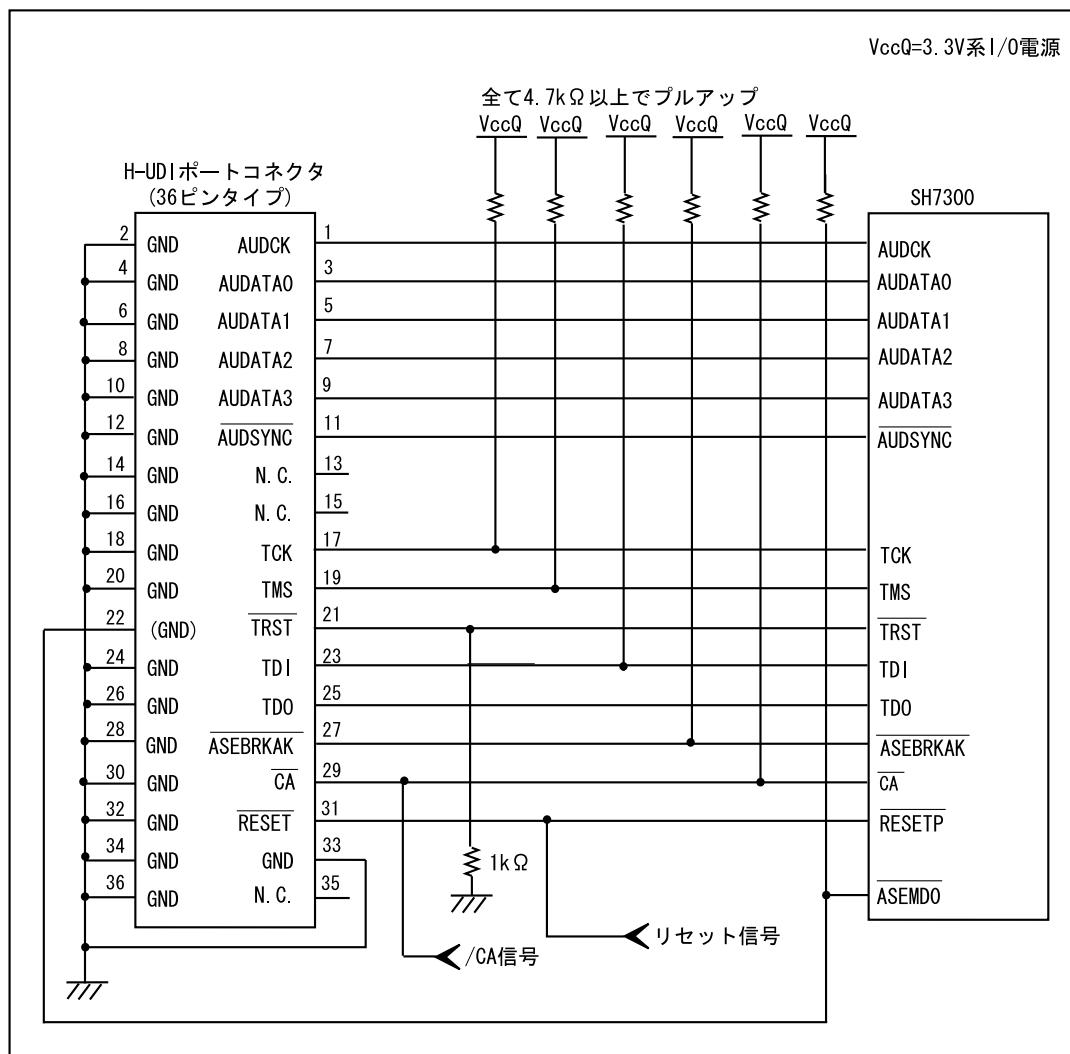

図 1.4 E10A-USB 使用時の H-UDI ポートコネクタ - チップ間の推奨接続例
E10A-USB エミュレータ使用時の H-UDI ポートコネクタ(36 ピンタイプ)とチップ間の推奨接続例を図 1.3、図 1.4 に示します。
9. E10A-USB エミュレータのスイッチ(SW2=0, SW3=0 側)を切り替えることにより 29pin を /CA 端子として使用することができます。本設定では、UVCC 端子にユーザ電源を供給できませんので、ユーザインターフェースの I/O 電圧は 3.3V 固定となります。このとき、15pin は N.C.(オープン)としてください。(図 1.4 参照)
- 図 1.4 推奨接続例で回路を組んだ場合の E10A-USB エミュレータのスイッチ設定:SW2=0, SW3=0